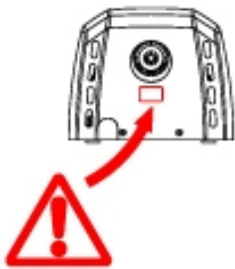

Abbildung 11
- Bei dem gesamten Verkopplungsprozess des Gehäuses an die Basis muss besonders darauf geachtet werden den elektronischen Schaltkreis nicht zu beschädigen, der sich unterhalb der Düse des Handtrockners befindet (Abb. 11).